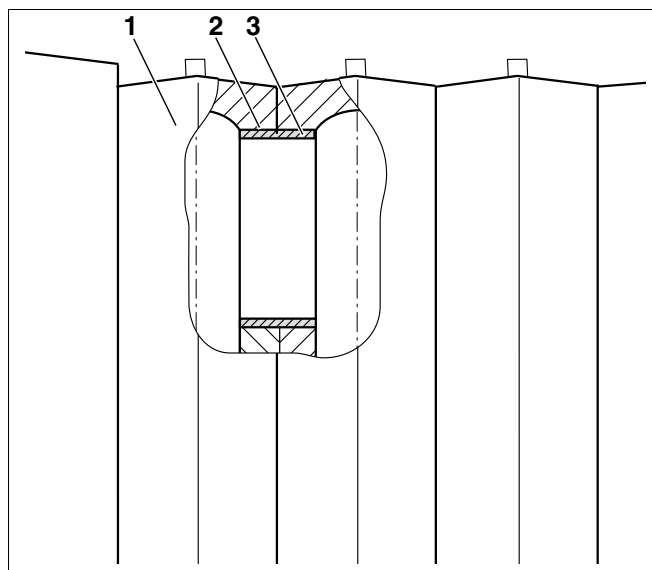

Fig. 22 Fixarea corectă a niplurilor
- Nu se permite (Fig. 22, **Poz. 3**) teșirea niplurilor de butucii cazanului (Fig. 22, **Poz. 2**) la fixarea elementelor de cazan.
- Niplurile (Fig. 22, **Poz. 3**) vor fi controlate dacă fixarea lor este corectă.